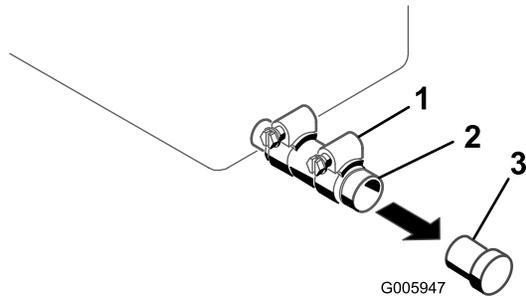

図 30
4. 排出口の下に廃油受けを置く (図 30)。
5. クランプをゆるめ、プラグを外す (図 30)。